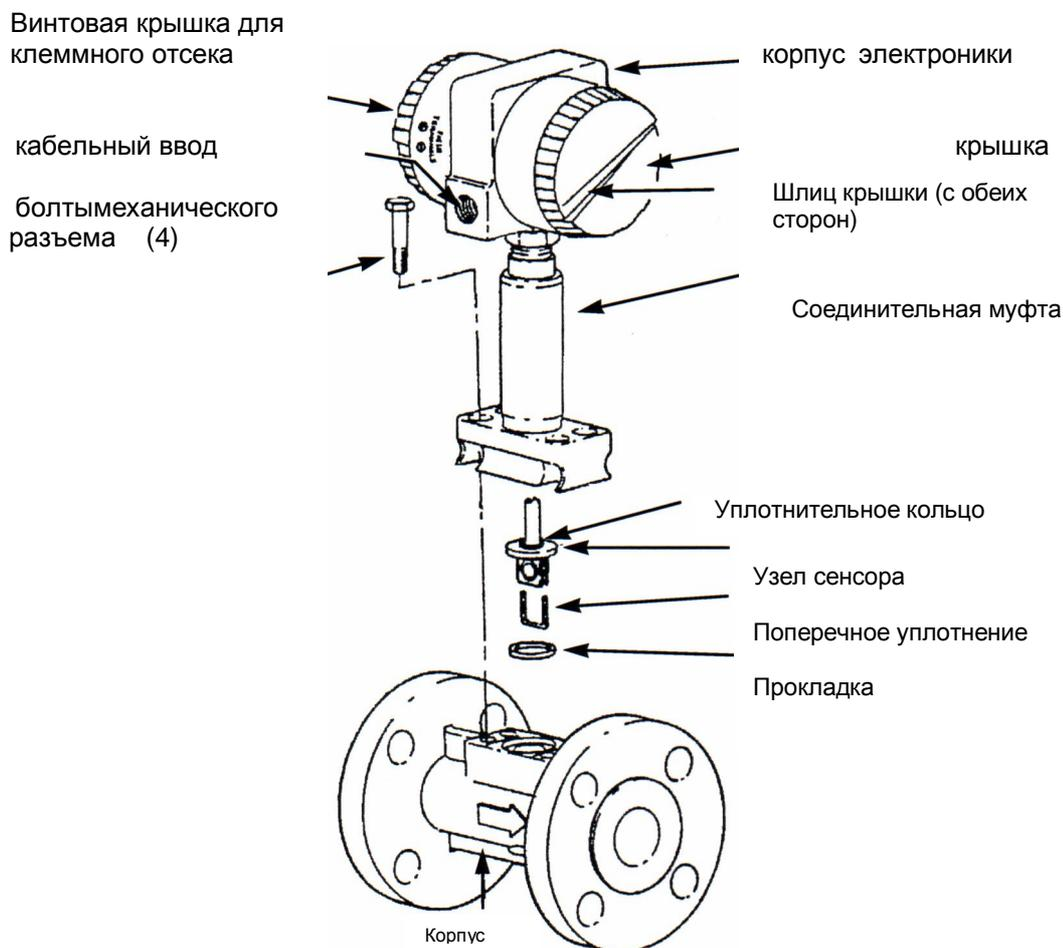

Рисунок 28. Строение VFM 3100
- Отверните болты механического разъема и снимите как одно целое электрический корпус, соединительную муфту и сенсор. См. рисунок 28.